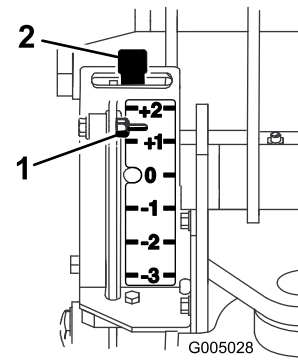
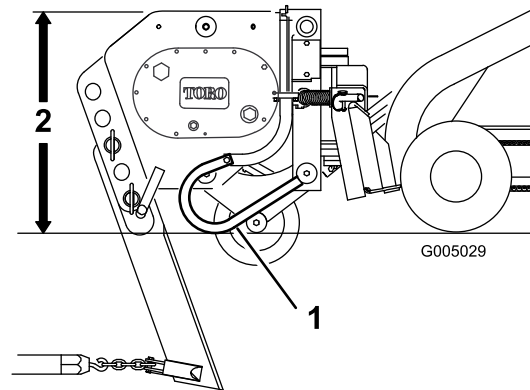

Figura 7
Figura 8
5. Gire totalmente hacia atrás la placa de montaje del accesorio hasta que la parte superior del arado esté paralela al suelo (Figura 8).
El indicador está situado en el lado izquierdo del arado, frente a la unidad de tracción. Un conjunto de varilla va desde el indicador al suelo (Figura 8). Al elevarse el arado, el indicador se desplaza hacia abajo. Unas señales del indicador indican la diferencia en pulgadas entre la profundidad de arado y la profundidad máxima (Figura 7). El indicador va de +2 a -3. El +2 en el indicador indica 5 cm de profundidad bajo la superficie y el -3 indica 7,6 cm sobre la superficie. El 0 indica que no se aplica inclinación a la profundidad de la cuchilla.